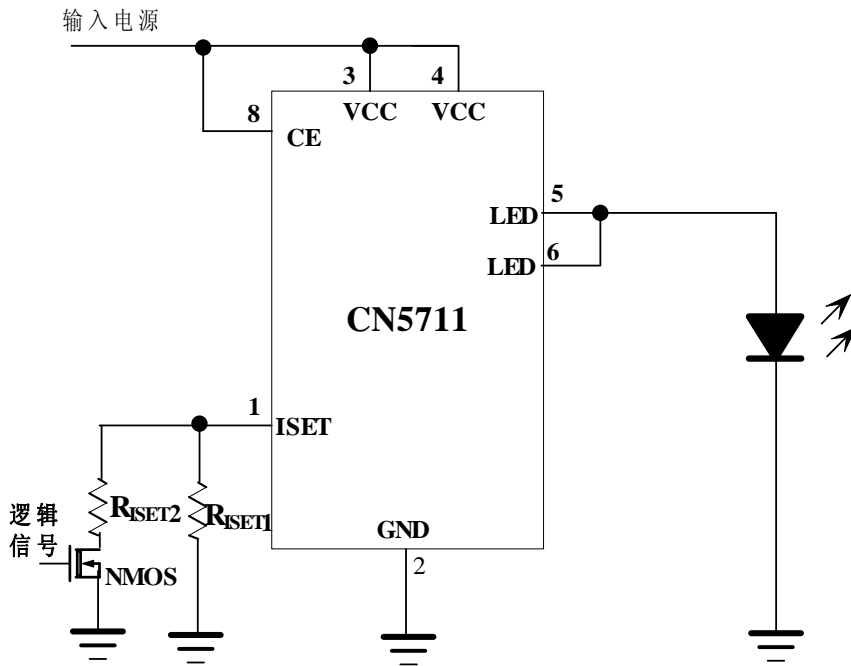

图4 用逻辑信号调整亮度
2. 用逻辑信号调整发光二极管的亮度, 如图4所示
如果只需要分几档来调整发光二极管的电流, 可以用逻辑信号来实现, 图4示出了分两个档次来调整发光二极管的电流的电路。 R_{ISET1} 设置了流经LED管脚的最小电流, 当N沟道场效应晶体管导通时, 即逻辑信号为高电平时, R_{ISET2} 同 R_{ISET1} 并联, LED电流增大。